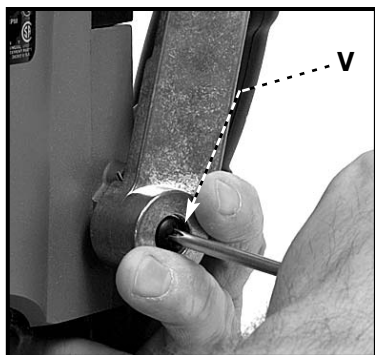

Fig. 9
1. Mientras detiene la palanca en la posición elevada (vea la Fig. 9), quite el tornillo de retención (V) Fig. 9, con un destornillador (desarmador) de Phillips (de cruz). Continúe deteniendo la palanca mientras sigue los pasos siguientes.